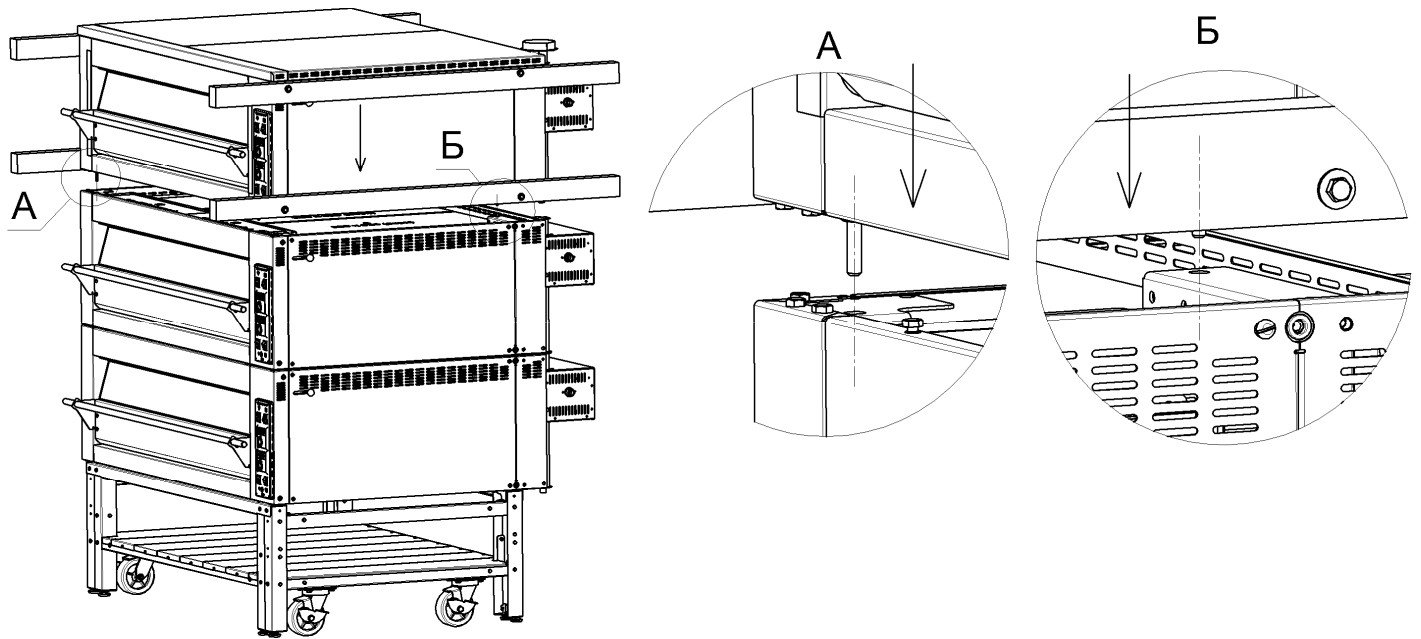

Рис.11
3. Поднять печь ППЭ 1240п (с крышкой) за брусья и установить, в качестве верхней секции, на среднюю секцию печи так, что бы концы 4-х шпилек М8 на углах печи попали в отверстия на средней секции, как показано на рис.11, затем отвернуть болты М8 (ключ на «13»), крепящие брусья к печи, и снять брусья с печи: